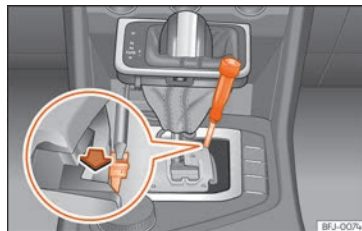

Fig. 165 Levier sélecteur : déverrouillage d'urgence de la position de parking.
- En utilisant le côté plat d'un tournevis, appuyez latéralement sur la languette jaune et maintenez »» fig. 165 .